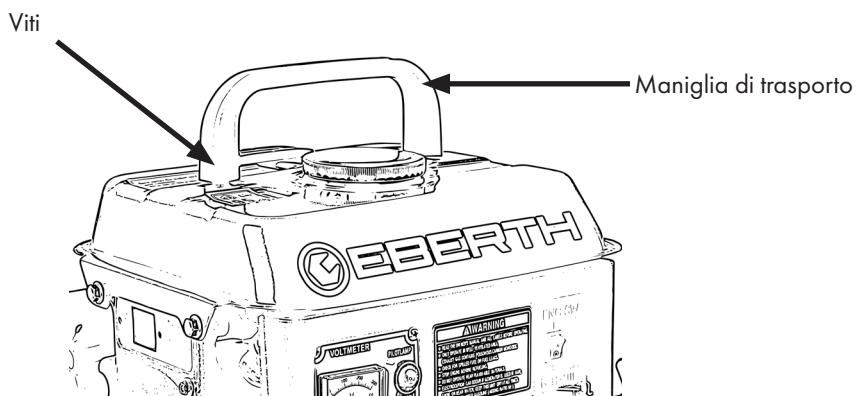

Figura 3
- Fissare la maniglia di trasporto nella posizione indicata nella Figura 3 e fissare le viti.